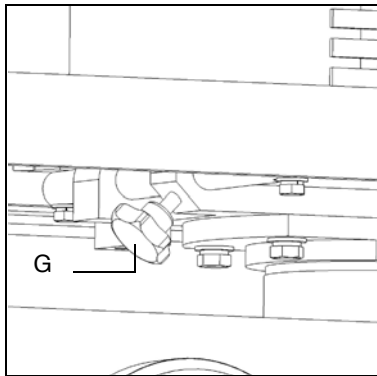

Abb. 8: Arbeitstisch horizontal verstellen
Schritt 1: Die Spanschraube (G) unter dem Arbeitstisch lösen (siehe Abb. 8).